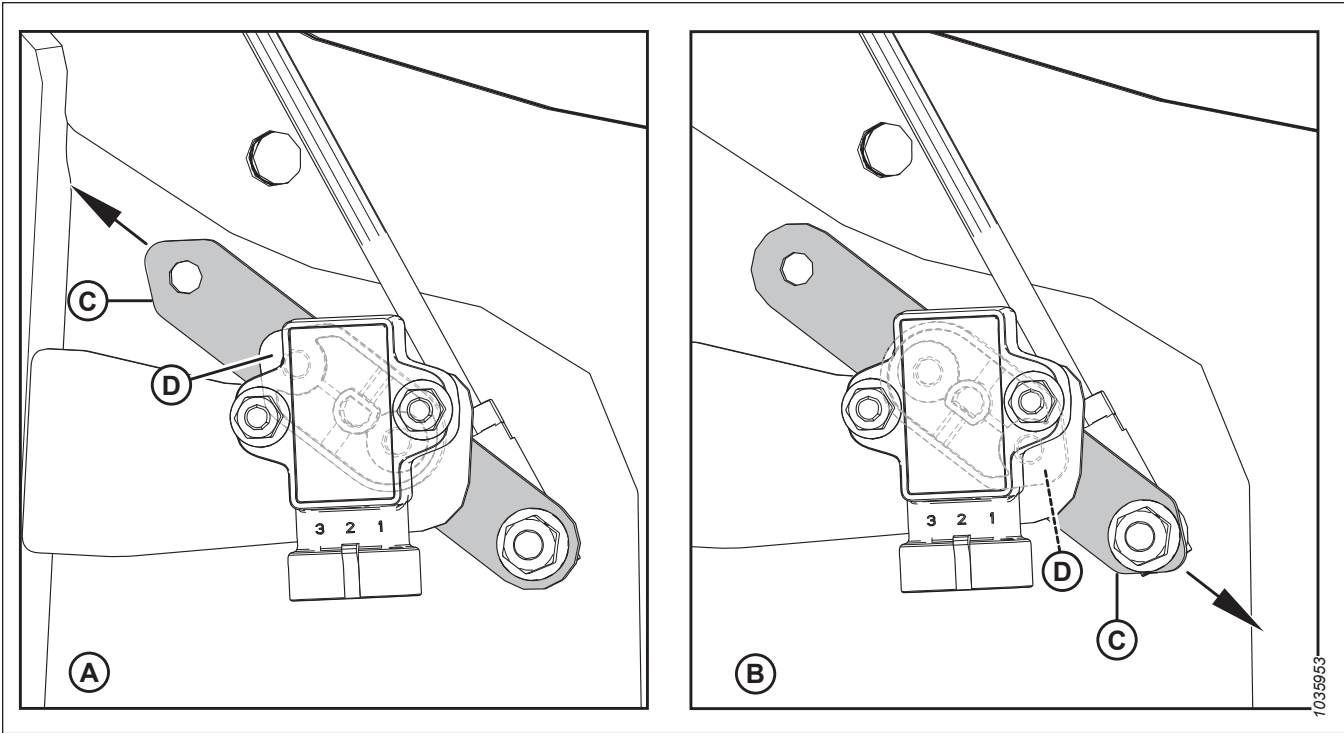

Figure 10.2: Configurations du bras/pointeur du capteur
4. Veillez à ce que le bras (C) et le pointeur (D) du capteur soient configurés correctement pour la plateforme. Pour obtenir des instructions, consultez la figure 10.2, page 522.